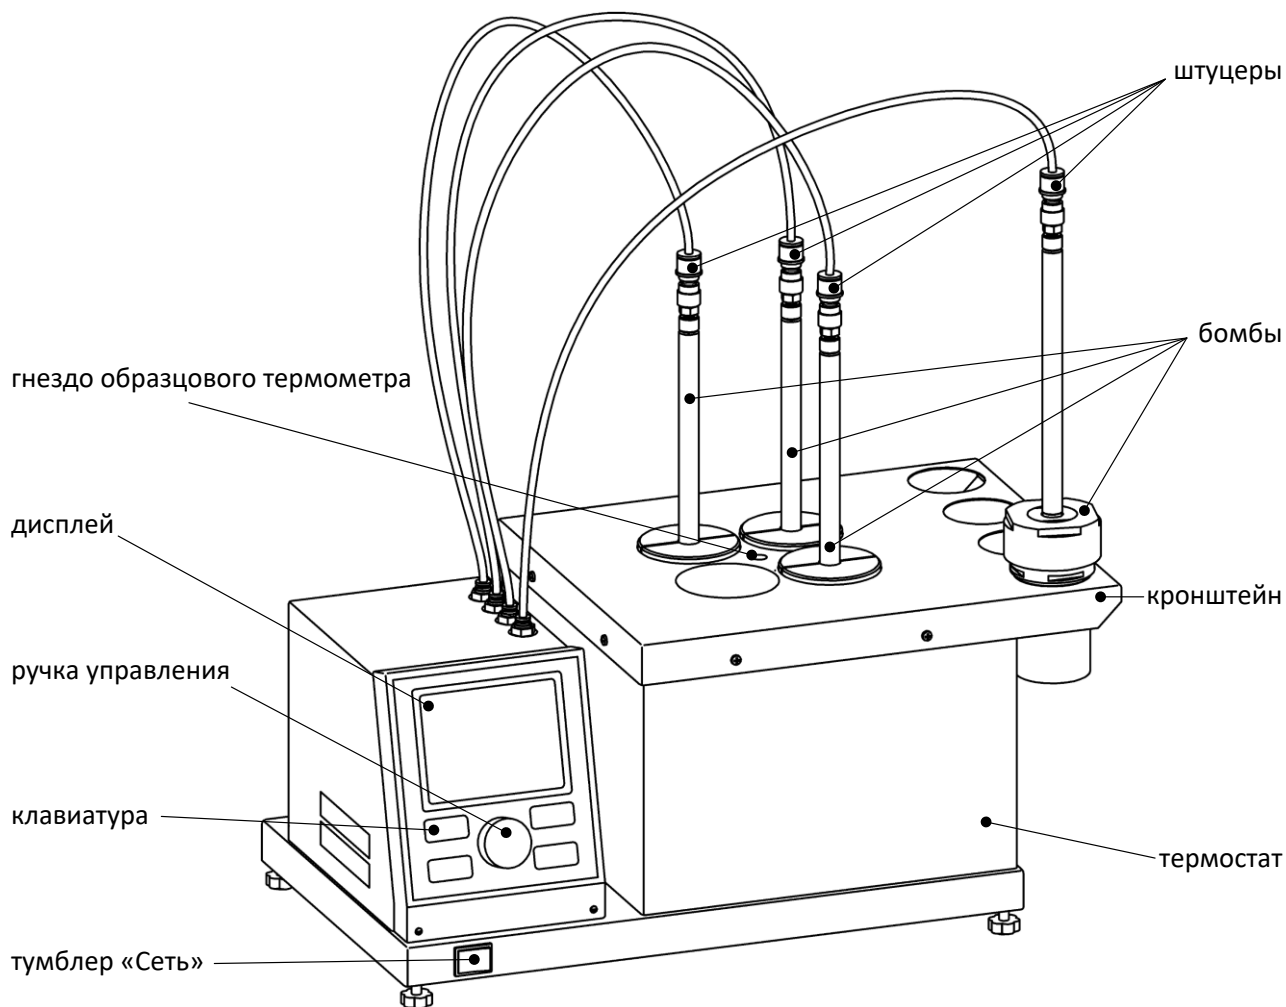

Рисунок 1 – Общий вид аппарата
3.3.1 Подключить аппарат к сети питания, включить его тумблером «Сеть» (рисунок 1 на странице 3).